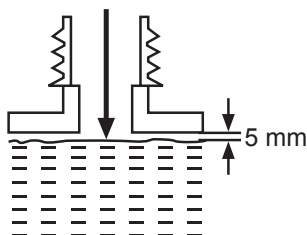

Fig. 11
- > Insérer et visser la tête à fil en nylon comme indiqué [Fig. 11].
- > Utilisez exclusivement le mélange huile/essence prévu. Évitez de trop remplir le réservoir. Laissez un espace d'au moins 5 mm entre la surface du carburant et la paroi supérieure du réservoir [6], afin que le carburant puisse s'étendre (Fig. 11).